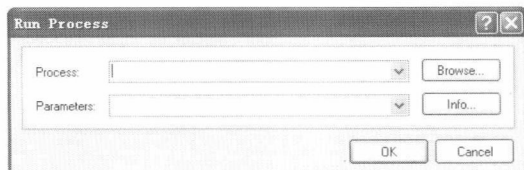

图 1-5 “Run Process”对话框
- ◆ “Run Process”（运行进程）命令：提供了以命令行方式启动某个进程的功能，可以启动系统提供的任何进程。运行该命令将弹出“Run Process（运行进程）”对话框，如图 1-5 所示，单击其中的“Browse”（浏览）按钮，将弹出“Process Browser”（进程浏览器）对话框。